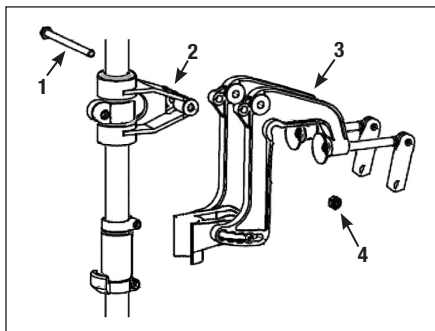

Рис. 3 Установка кронштейна крепления
2. Установите кронштейн 3 крепления устройства к транцу лодки на поворотный кронштейн 2 штанги (Рис. 3). Совместите отверстия в кронштейнах 2 и 3, вставьте в отверстие болт 1 и закрутите гайку 4 до упора (Рис. 3).